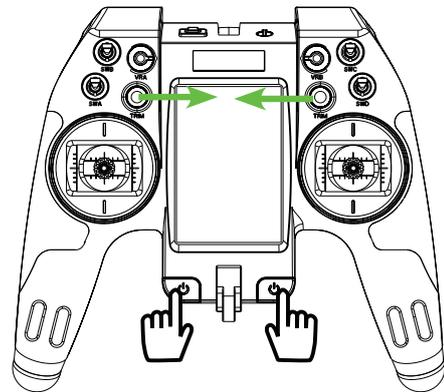

图 1
5. 按图示箭头方向，同时推左 TRIM 键和右 TRIM 键，并长按电源键 2S，然后同时松开这四个按键，屏幕亮起，发射机进入更新固件状态，如图 1 所示；